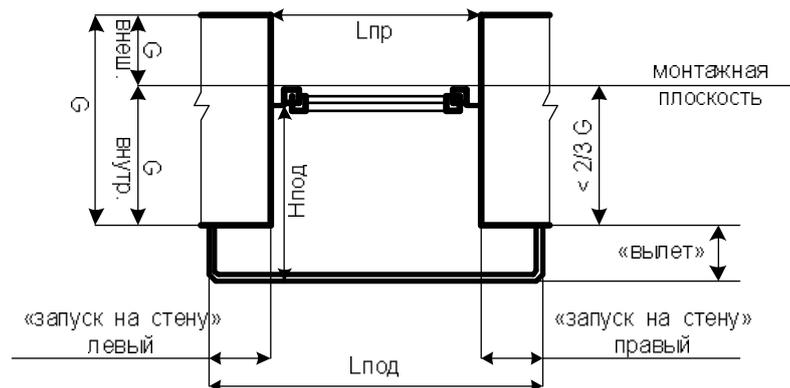

Рис. 6.
9. Назначьте длину подоконника, $L_{под}$ (см. рис. 6).
10. Назначьте ширину подоконника, $H_{под}$ (см. рис. 6).